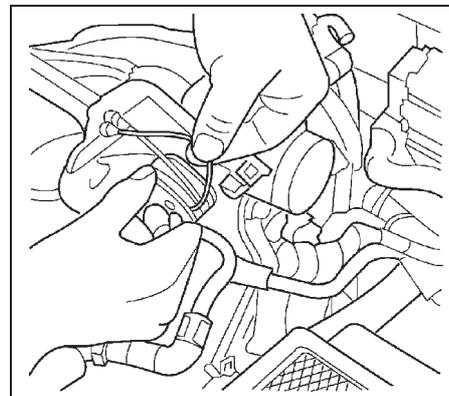

Рис. 6. Трос акселератора системы поддержания скорости.
- (8) Отсоедините ниппель троса акселератора от кулачка корпуса дроссельной заслонки (рис. 6).